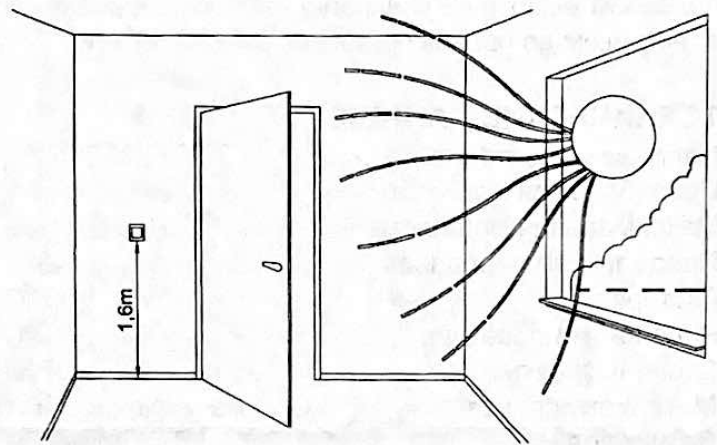

рис.4
Терморегулятор должен быть расположен на стене так, чтобы воздух свободно циркулировал вокруг него. Кроме того, изделие не следует размещать вблизи источников тепла, в зоне воздействия прямых солнечных лучей, на сквозняках или на наружной стене здания (см.рис.4).
- Рис.4 Монтаж терморегулятора